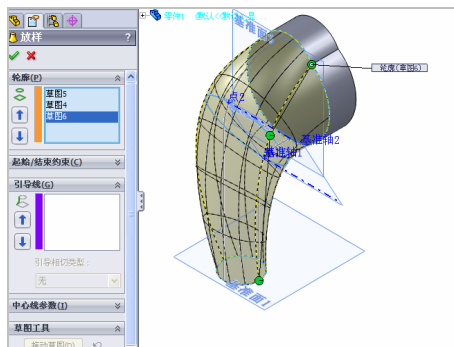

图 15-45 选择放样轮廓
(16) 以带边色上线样式显示模型，单击【放样凸台/基体】按钮，弹出【放样】属性管理器，依次选取草图 5、草图 4 和草图 6 为放样轮廓，如图 15-45 所示。